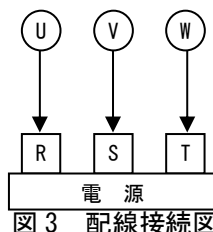

図 3 配線接続図
(1) 配線は図 3 または、電動機取扱説明書に従い行ってください。